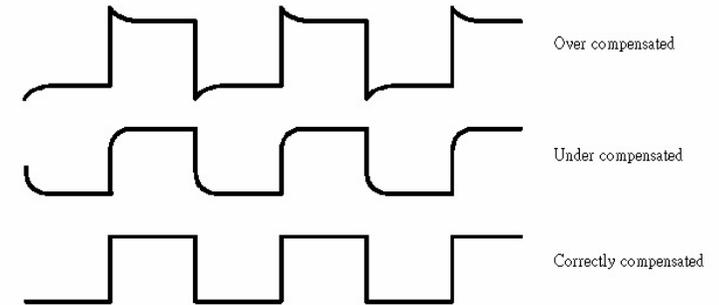

图 5-2 典型的补偿波形
7. 观察显示波形并和图 5-2 的波形相比较。若任何一端的探棒需要调整，照步骤 8 的指示进行。若不需进一步的调整，请进行“5-4.功能检查”的部份。